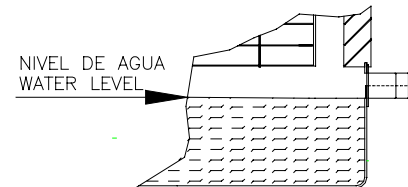

Fig.: 6
Su función es la de reponer intermitentemente el volumen de agua que por efectos de la evaporación se pierde. Su regulación se efectúa desplazando el flotador a lo largo del vástago (Ver Fig.: 5) hasta conseguir que el cierre completamente cuando el nivel de agua en la balsa se sitúe por la parte inferior del tubo de rebosadero. (Fig.: 6). Si la válvula no cierra por efectos de desgaste o rotura de la junta de cierre, será necesario sustituirla.
*The float valve's function is to replenish, or make up, from time to time, the volume of water lost through evaporation. It can be regulated by moving the float along the piston (See Fig. 5) until the valve closes completely when the water level in the basin falls below the overflow pipe. (Fig.: 6) If the valve fails to lose because the seal is worn or broken, it will have to be replaced*